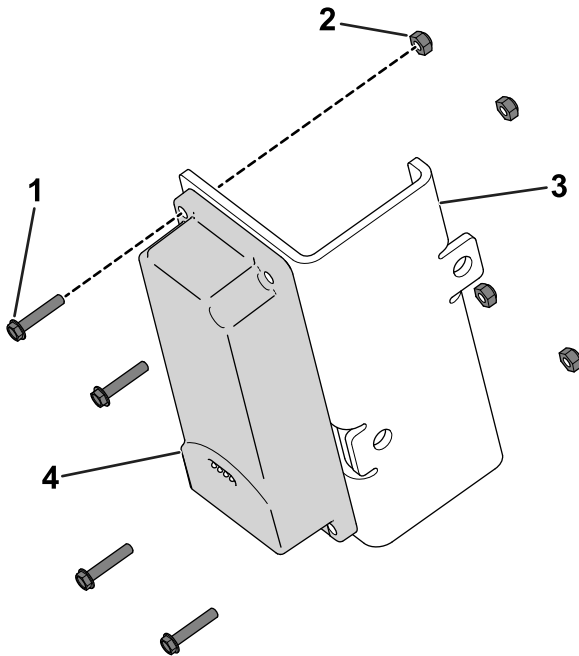

Figure 7
1. Avec 4 boulons à tête hexagonale (n° 10 x 1") et 4 contre-écrous n° 10), fixez le dispositif télématique sur son support (Figure 7).